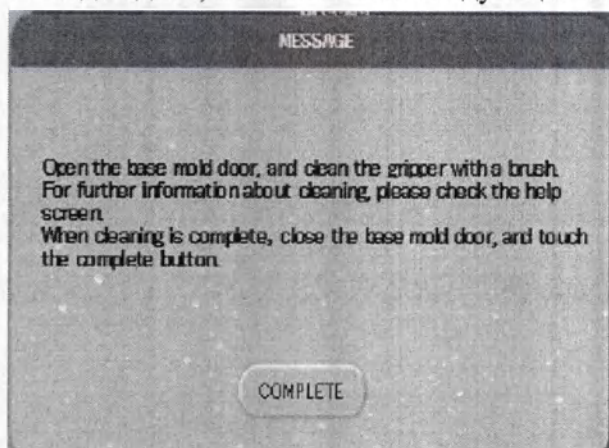

Рисунок 4V
5. Подождите, пока появится следующее сообщение (рис. 4V)